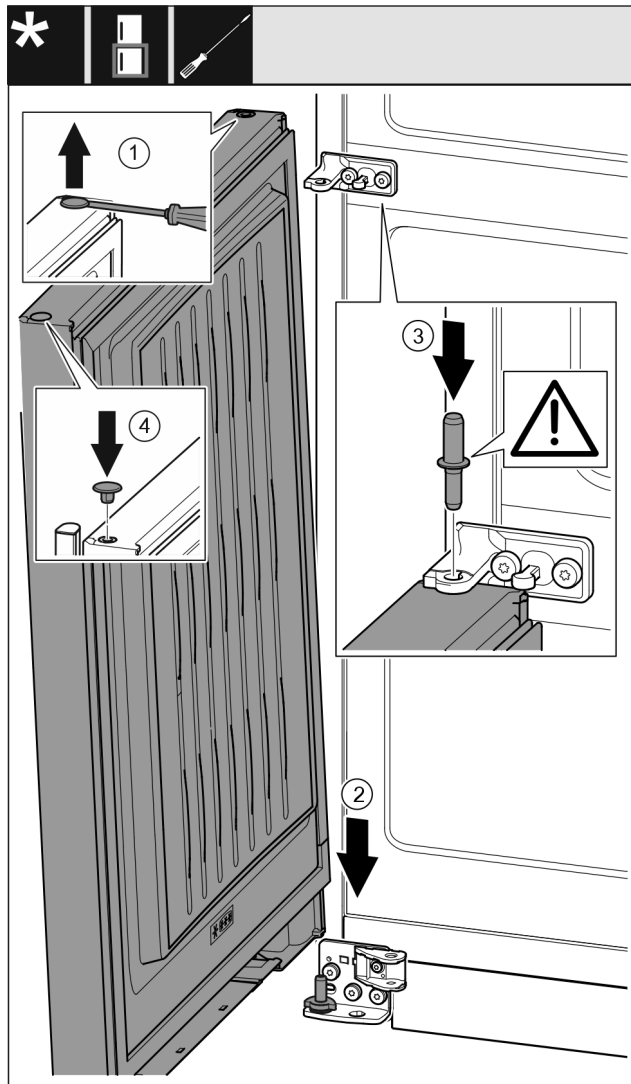

Fig. 29
- Soulever et retirer avec précaution les caches Fig. 29 (1) avec un tournevis plat.
- Placer la porte Fig. 29 (2) depuis le haut sur l'axe de palier inférieur.
- Insérer l'axe de palier central Fig. 29 (3) dans le support de palier central de la porte inférieure. Veiller à ce que l'ergot soit orienté vers l'arrière.
- Replacer les caches Fig. 29 (4) de l'autre côté de la porte.